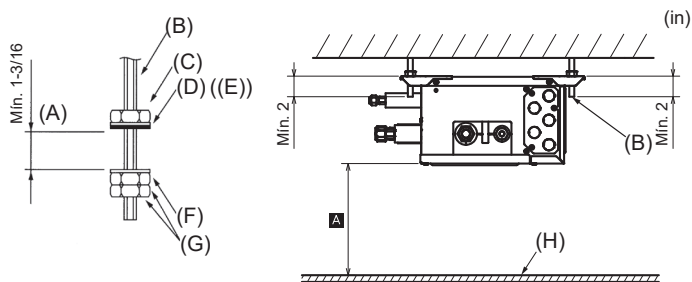

Fig. 6-1
- 2) Fije las arandelas ((1)(2)) y tuercas (adquiridas localmente) a los pernos de suspensión. (Fig. 6-1)
- (A) Cuando la unidad esté colgada y las tuercas apretadas
- (B) Perno de suspensión
- (C) Tuerca (adquirida localmente)
- (D) Arandela (con cojinete) (1)
- (E) Asegúrese de que el cojinete esté hacia abajo
- (F) Arandela (sin cojinete) (2)
- (G) Tuerca (adquirida localmente)